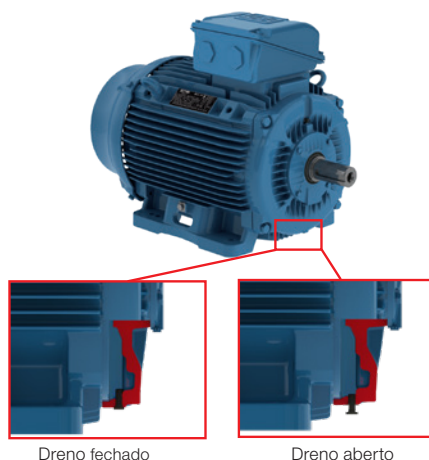

Figura 30 - Detalhe do dreno de borracha montado na posição fechado e aberto.
2. Mancais: Caso o motor seja instalado e não entre em operação imediatamente, proceder com as orientações do item 5.3.
6. Acoplamento: remover o dispositivo de travamento do eixo (caso exista) e a graxa de proteção contra corrosão da ponta do eixo, incluindo a região da escova de aterramento, e do flange somente pouco antes de instalar o motor (ver item 6.4).
7. Dreno: devem sempre estar posicionados de forma que a drenagem seja facilitada (no ponto mais baixo do motor. Caso exista uma seta indicativa no corpo do dreno, o dreno deve ser montado para que a seta aponte para baixo). Motores com bujões de dreno de borracha, drenos roscados e demais drenos do tipo abre/fecha saem de fábrica na posição fechada e devem ser abertos periodicamente para permitir a saída da água condensada. Para ambientes com elevada condensação de água e motores com grau de proteção IP55, os drenos podem ser montados na posição aberta (ver Figura 30). Para motores com grau de proteção IP56, IP65 ou IP66, os drenos devem permanecer na posição fechada (ver Figura 30), sendo abertos apenas durante a manutenção do motor. Motores com lubrificação do tipo Oil Mist devem ter seus drenos conectados a um sistema de coleta específico (ver Figura 41).